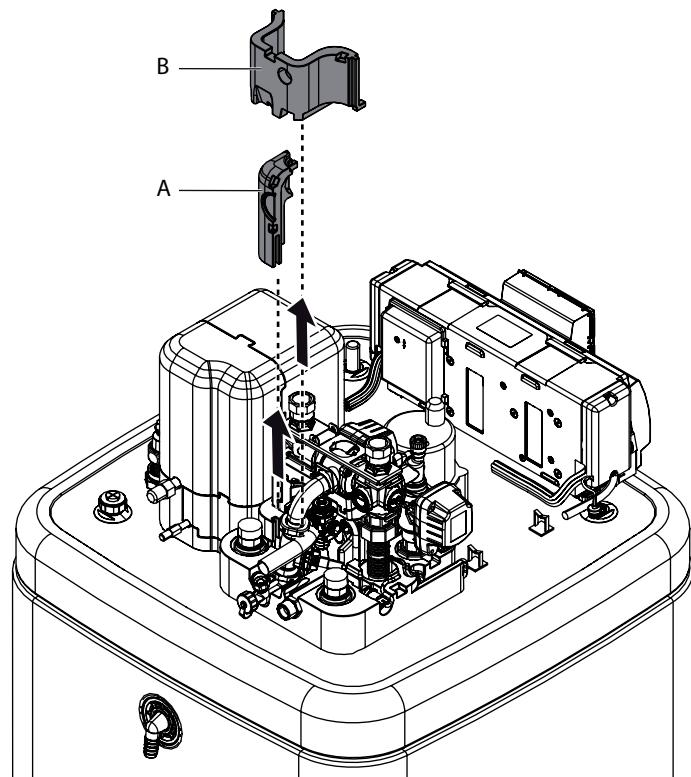

Bild 4-9 Untere Wärmedämmung abnehmen
- Seitendämmelement (Bild 4-9, Pos. A) senkrecht abziehen.
- Hinteres Dämmelement (Bild 4-9, Pos. B) senkrecht abziehen.